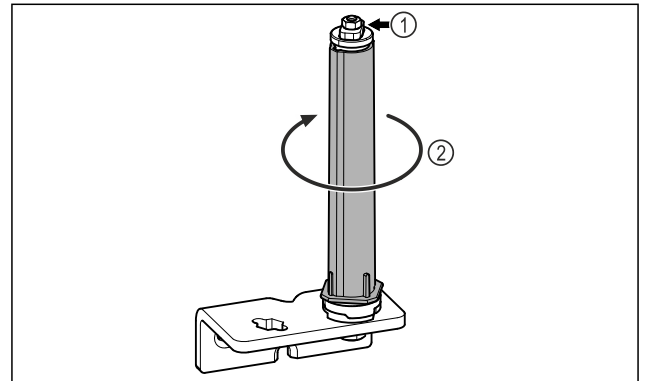

Fig. 22
- ▶ Türschließsystem Fig. 22 (1) nicht zerlegen.
- ▶ Schließsystem Fig. 22 (2) drehen, bis es klickt.